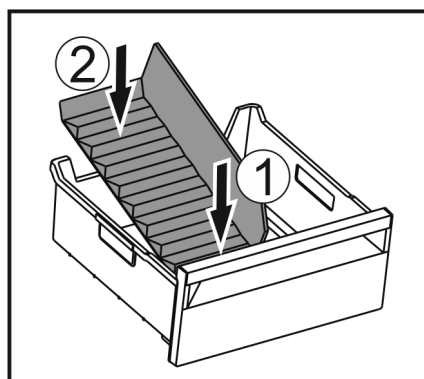

Fig. 35
- Installer le séparateur par l'avant Fig. 35 (1).
- Abaisser l'arrière Fig. 35 (2).